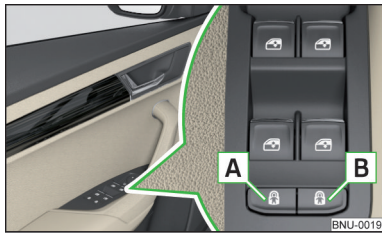

Fig. 52
- Para **encender/apagar** el seguro para niños en la puerta trasera **izquierda**, pulsar la tecla **A** en la puerta del conductor » fig. 52.